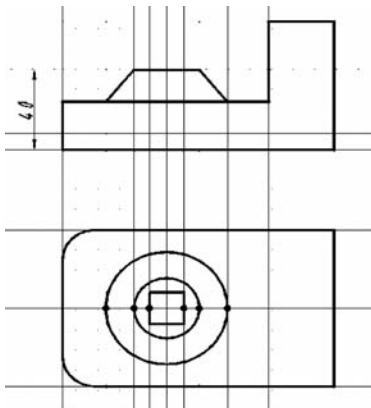

Рис. 6.8. Обводка контура
6. Провести бесконечные прямые (опция — «Вер») через указанные точки на вспомогательном слое и одну прямую с отступом, равным 40 (рис. 6.8).
7. Выполнить обводку контура конической бобышки (рис. 6.8).